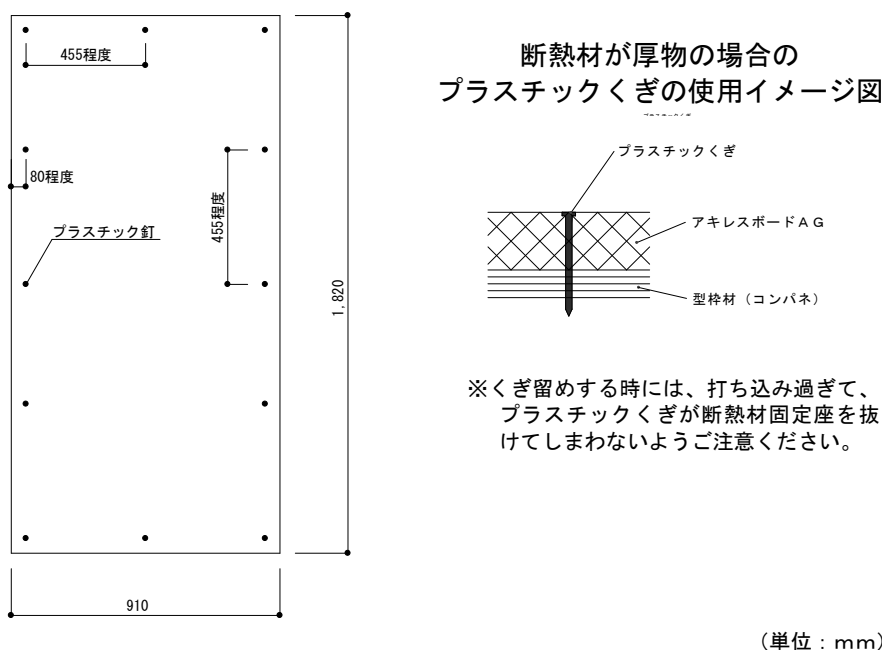

図3 アキレスボードAG(厚物)を型枠材に仮固定する位置の目安(例)
- ・ 厚物の場合、プラスチックくぎによる固定位置の間隔は、図3を目安としてください。
※ 内側型枠材にアキレスボードAGを取り付けてから、建て込むこともできます。型枠材へのアキレスボードAGの取り付けは、断熱材の厚さに応じて図2、図3、表3を目安としてください。
仮固定の位置や間隔は、断熱材の厚さに応じて図2、図3、表3を目安としてください。